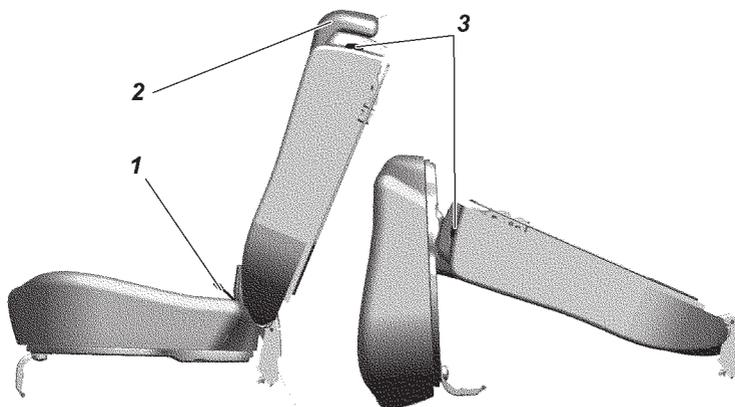

Fig. 3.33. Asiento trasero de tres plazas:
El asiento trasero de tres plazas (fig. 3.33) se compone de dos cojines biplaza y monoplaza y dos respaldos monoplaza y biplaza.
- tire del ojal 1 (fig. 3.33) y coloque el cojín en la posición vertical;
- tire de la palanca 3 en dirección de movimiento del vehículo, después de liberar el respaldo, pléguelo como se indica en el esquema del fig. 3.33;